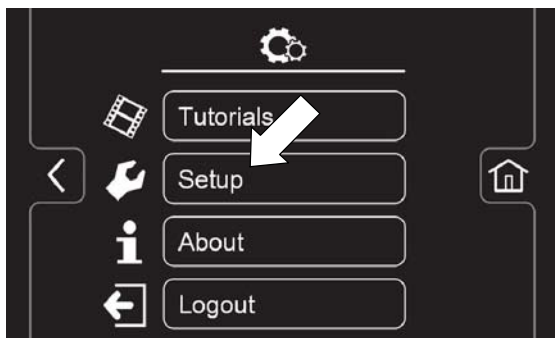

РИС. 120
3.  Нажмите кнопку Настройка, чтобы получить доступ к экрану настройки (Рисунок 120).